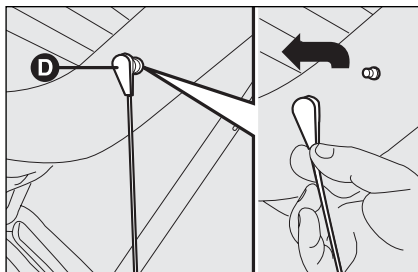

fig. 101
- ❑ remover a chapeleira (superfície de apoio traseira) liberando as extremidades superiores **D-fig. 101** dos dois tirantes, desenfiando os aros dos pinos e empurrando-os na direcção da seta;